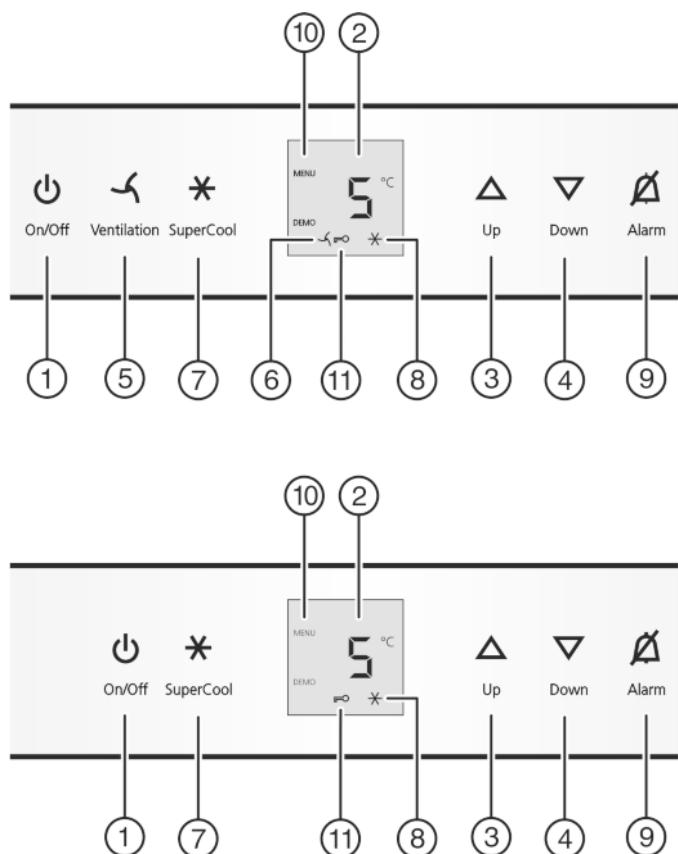

Fig. 2
- нажмите кнопку On/Off Fig. 2 (1).
- Активация режима настройки: удерживайте кнопку SuperCool Fig. 2 (7) прибл. 5 секунд.
- Символ меню Fig. 2 (10) горит.
- Коротко нажмите кнопку SuperCool Fig. 2 (7) для подтверждения.
- Для включения защиты от детей коротко нажмите клавишу SuperCool Fig. 2 (7).
- Символ "Защита от детей" Fig. 2 (11) горит. На индикации мигает **c**.
- Для выключения защиты от детей коротко нажмите клавишу SuperCool Fig. 2 (7).
- Символ защиты от детей Fig. 2 (11) гаснет. На индикации мигает **c**.
- Выход из режима настройки: нажмите кнопку On/Off Fig. 2 (1).
- Нажмите кнопку Alarm Fig. 2 (9).
- Установка более высокой температуры: нажмите кнопку настройки Up Fig. 2 (3).
- Установка более низкой температуры: нажмите кнопку настройки Down Fig. 2 (4).
- Коротко нажмите кнопку SuperCool Fig. 2 (7).
- На индикации горит символ SuperCool Fig. 2 (8).
- Символ SuperCool Fig. 2 (8) на индикации гаснет.